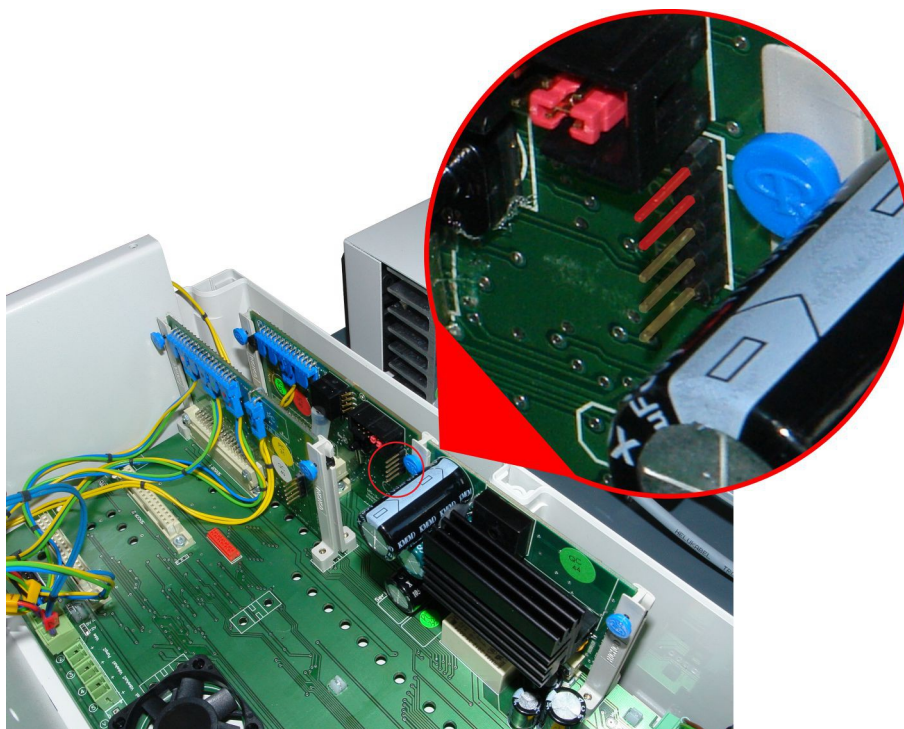

图 47. CPU 主板视图 - 编程引脚是红色标记 - 2,54 跳线应安装的地方。
3. CPU 应放到固定的位置（上最右边的插槽），在两个上方引脚安装一个短路,用 2.54 毫米跳线（图 47.）连接五针连接器.